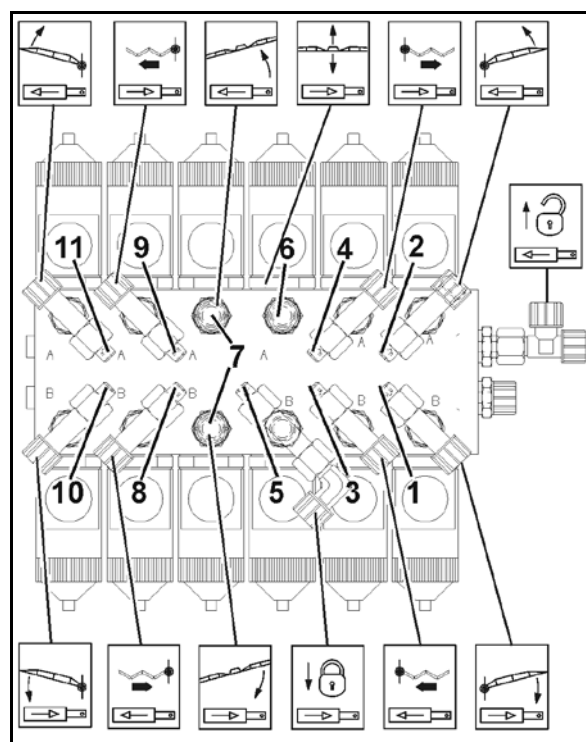

Bild 169
Om så inte är fallet, sker inställning genom att motvikter (Bild 169/1) monteras på den sida som är längst från marken. Svängningsdämpningen måste vara **frigjord** för denna inställning.
1. Lossa skruvarna (Bild 169/2) för konsolen (Bild 169/3) Inställning sker genom att flytta plastsegmentet (Bild 169/4) i de avlånga hålen i konsolen..
3. Dra åt skruvarna (Bild 169/2).